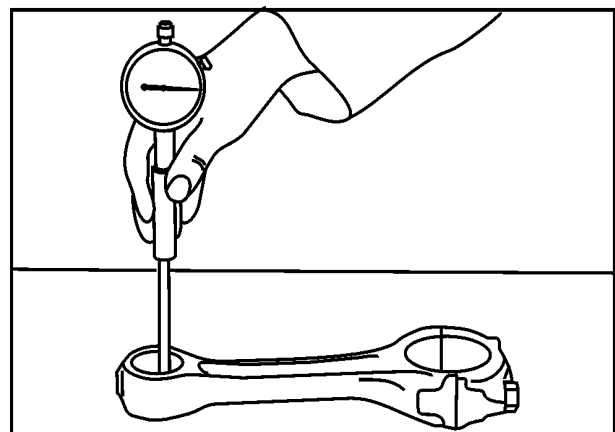
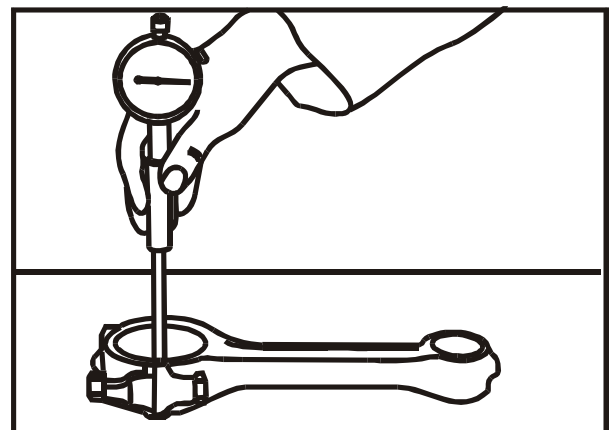

FIG 12
FIG 13
7. Meça os alojamentos da bucha Fig. 12 e do casquilho, Fig. 13 com um medidor de diâmetro interno nas posições horizontal, vertical e diagonal. Veja Especificações.